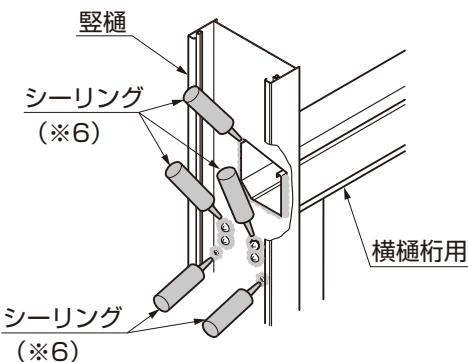

図18-5 A部詳細図 縦樋内部のシーリング
- ⑥ 縦樋内部の横樋用の差込み部分、六角ボルト部分、主柱取付け上部のネジ部にシーリング(※6)をしてください。(図18-5参照)